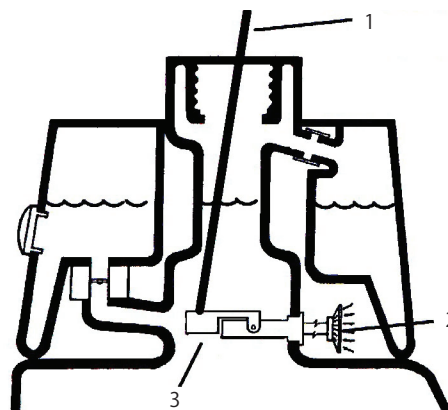

図28
3. 汚れない棒やドライバを差し込んで、フロートを軽く押さえてやる（図28）。1秒後にアラームが鳴れば正常である。